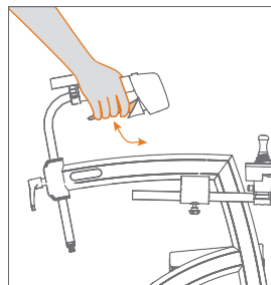

Figura 68: Liberar el freno de estacionamiento.
- Para sacar el andador de la posición de estacionamiento, vuelva a apretar las manetas de freno y suéltelas (**Figura 68**). El andador dejará de estar en posición de estacionamiento.